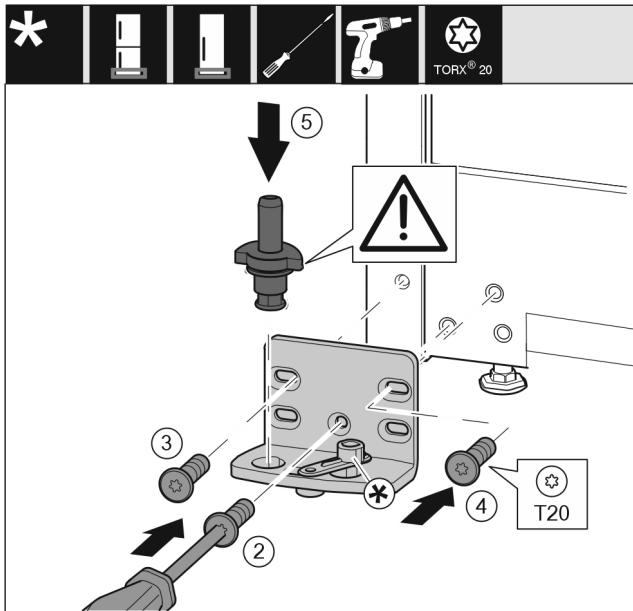

Fig. 17
- Установите опорный кронштейн с другой стороны и прикрутите с помощью отвертки T20. Начиная те с винта 2 снизу в центре. Fig. 17 (2)
- Затяните винты 3 и 4. Fig. 17 (3,4)
- Установите опорный палец в сборе. При этом следите за тем, чтобы выступ фиксатора был направлен назад. Fig. 17 (5)